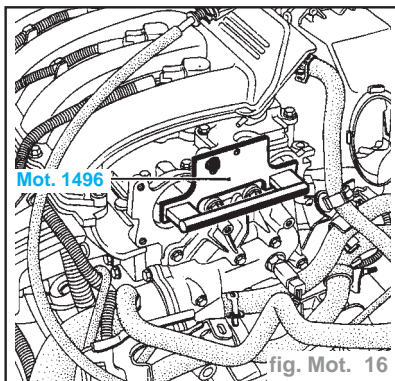

fig. Mot. 16
- Placer le **Mot. 1496** se fixant en bout des arbres à cames (fig. Mot. 16).
- Mettre en place (sans forcer) le **Mot. 1496** de calage des arbres à cames (les rainures des arbres à cames doivent être horizontales) (fig. Mot. 16). Si l'outil ne s'engage pas, il faut refaire le calage de la distribution et la tension.